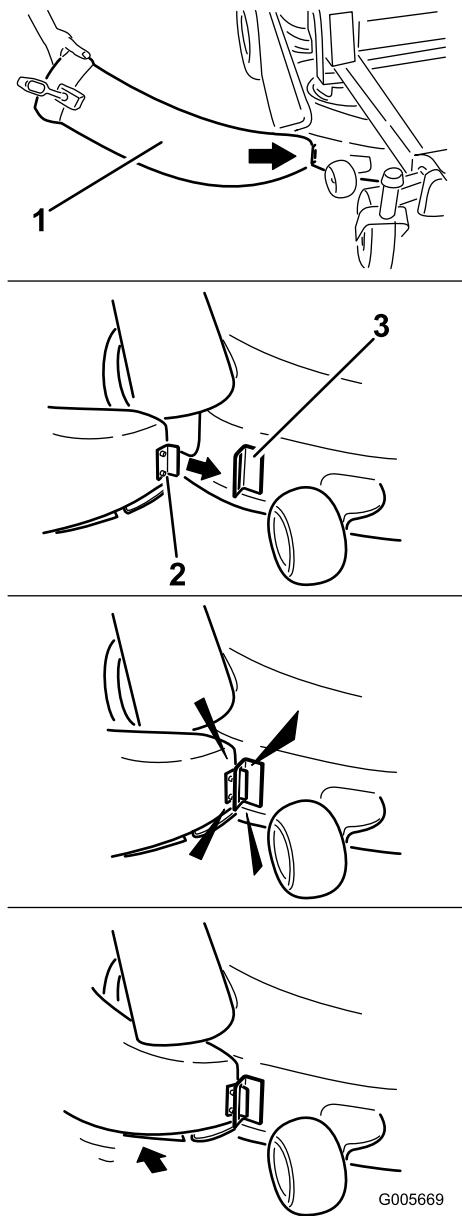

Figura 11
- Introduzca la pestaña metálica del extremo delantero del conducto en la ranura del soporte que está soldado a la plataforma del cortacésped, justo por delante del orificio (Figura 11).
5. Gire el conducto hacia atrás y hacia la plataforma de modo que el conducto quede enrasado con la plataforma del cortacésped (Figura 11).